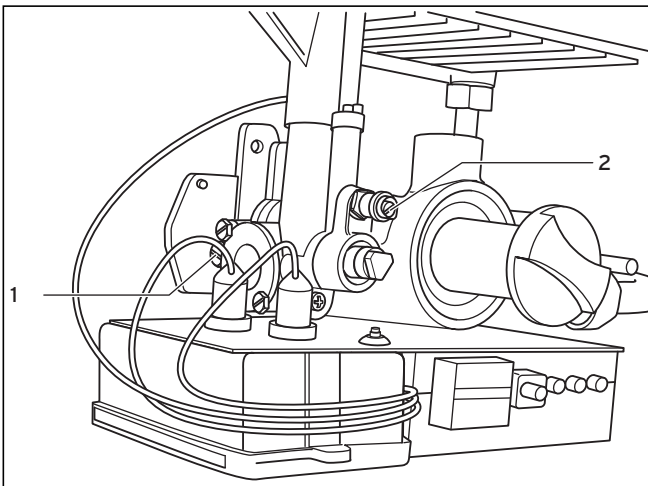

Fig. 6.1 Point de prise de la pression d'alimentation gaz
- dévissez la vis d'étanchéité du point de prise de la pression gaz (1) ; (voir fig. 6.1 Point de prise de la pression d'alimentation gaz).